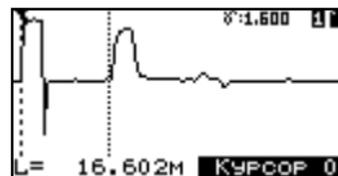

Рисунок 33
- **Курсор** (рисунок 33). При нажатии кнопок  $\blacktriangleleft$  или  $\blacktriangleright$  активный курсор, отмеченный сверху треугольным значком, смещается в соответствующем стрелке направлении. Выбор активного курсора (курсор 0 или курсор 1) производится нажатием кнопки  $\blacktriangle$  или  $\blacktriangledown$ . Одновременное нажатие кнопок  $\blacktriangleleft$ ,  $\blacktriangleright$  приводит к совмещению курсоров возле активного.